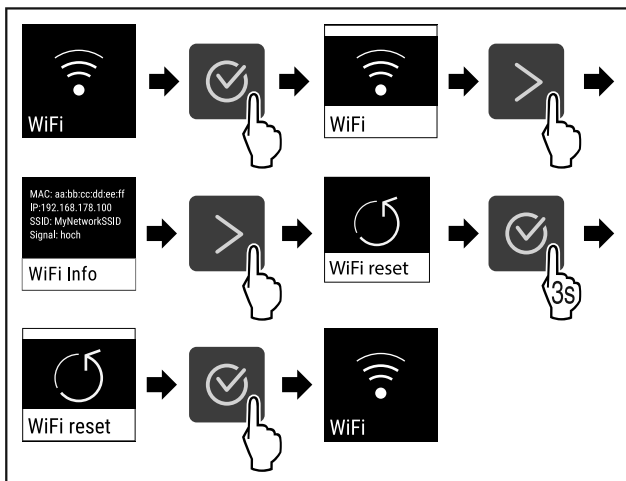

Fig. 92
- ▶ Hajtsa végre a művelet lépéseit (lásd Fig. 92) .